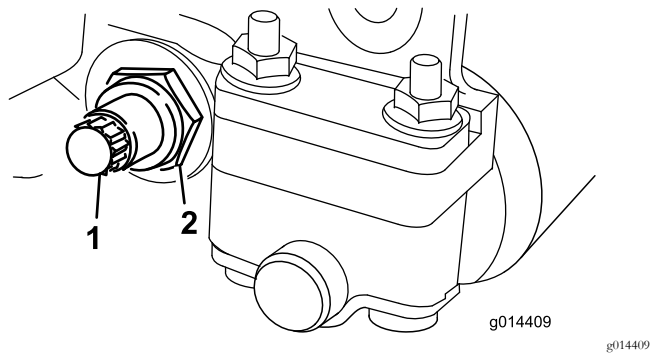

图19
3. 在机器的另一侧松开固定底刀架螺栓 图19 的锁紧螺母。
4. 拆下两个底刀架螺栓向下拉动底刀架并从机器螺栓 图 19 上拆下来。